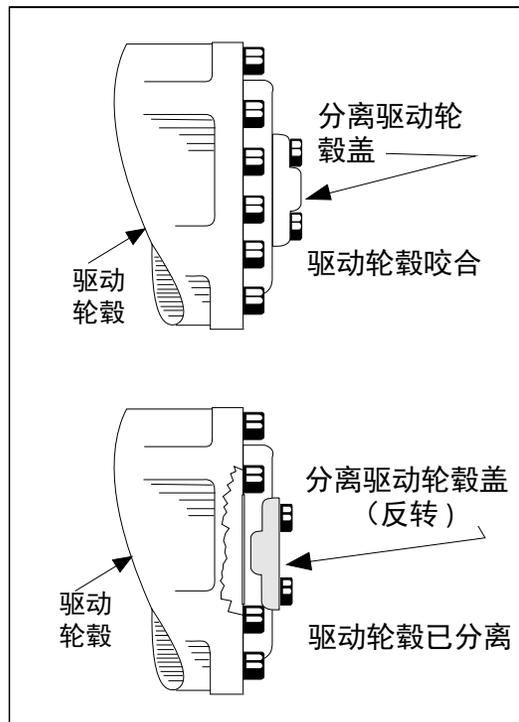

图 4-7. 分离驱动轮毂
3. 反向旋转驱动轮毂盖以分离驱动轮毂。参见图4-7，分离驱动轮毂。